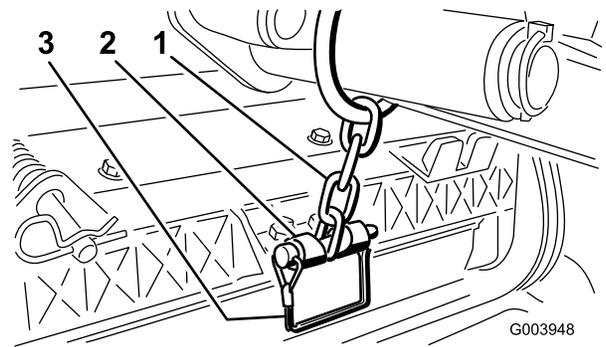

Figure 10
12. Fixez la chaîne du bras de relevage au support de la chaîne avec la goupille à fermoir (Figure 10). Utilisez